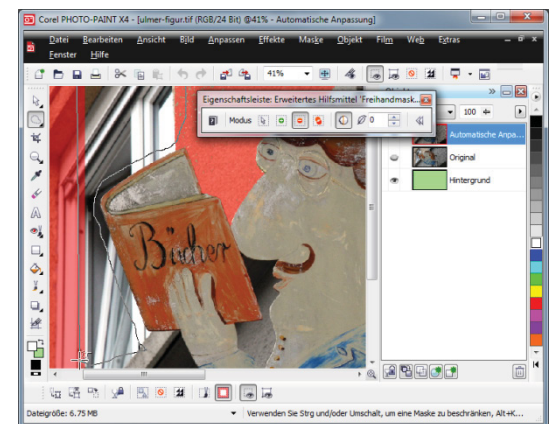

Abb. 10-72: Kontur mit Freihandmaske grob auswählen
- HM RECHTECKMASKE und HM FREIHANDMASKE (Abb. 10-72), um das Motiv bzw. den Hintergrund grob und großflächig auszuwählen,